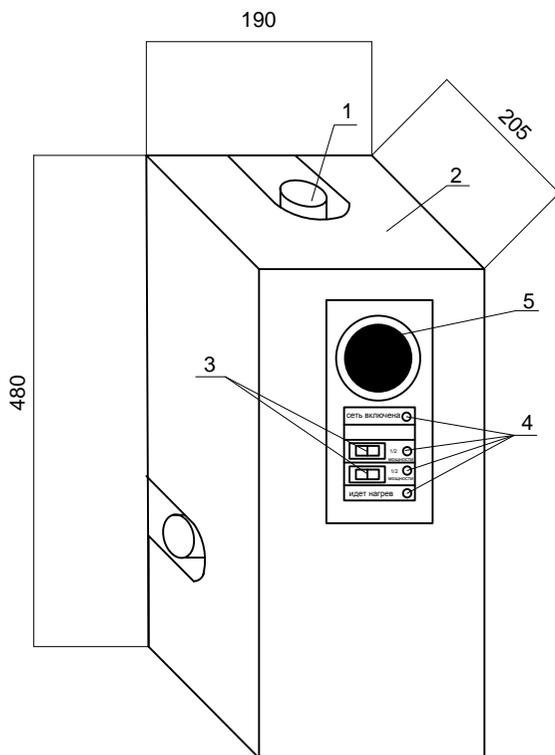

Рис. 1 Внешний вид электрокотла «Classic Plus».
3.1. Водонагреватель электрический серии «Classic Plus» состоит из колбы водонагревателя **1**, защитного кожуха **2**, датчика регулятора температуры по теплоносителю **5**, клавиш включения электрических ТЭНов **3** и светоиндикации **4** (см. рис.1). Габаритные размеры электроводонагревателя не более 190x205x480 мм. Дополнительно может устанавливаться регулятор температуры по воздуху, датчик протока (в комплект поставки не входят).
Электронагреватель 1 (рис.1) и датчик температуры по воздуху следует устанавливать в местах, удобных для наблюдения и обслуживания.
Для быстрого нагрева рекомендуется включать электроводонагреватель на полную мощность. При этом включаются трубчатые электронагреватели и загорается световая сигнализация «НАГРЕВ». После того, как помещение достаточно прогрелось, можно переключить прибор на меньшую мощность. В ходе работы водонагревателя включение и выключение ТЭНов будет происходить автоматически, поддерживая заданную температуру теплоносителя. Для того, чтобы выключить водонагреватель, необходимо клавиши включения электрических ТЭНов **3** (рис.1) установить в положение «0» и отключить электропитание котла в электрощите.